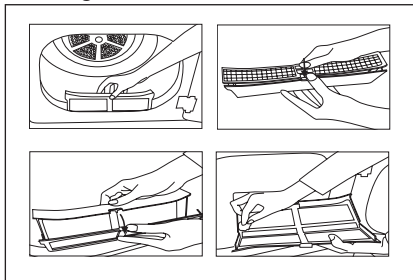

Bild 1
- 2.a) Om produktens skyddsfiltter kan öppnas så som visas i bild 1, tar du bort filtret genom att dra uppåt och öppna filtret.